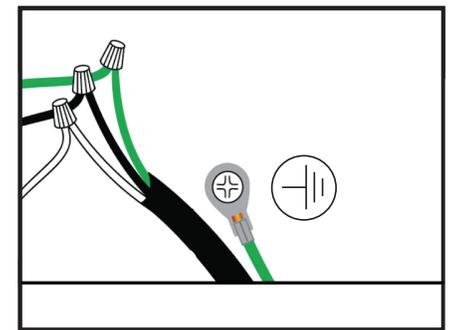

Figure 7
- Branchez le câble au câblage de la hotte. (Voir Figure 7)